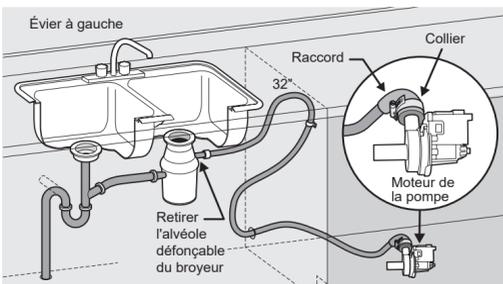

Figure 12
- Assurez-vous que l'appareil ne repose pas sur le tuyau de vidange. Il doit être exempt de composants électriques et de ressorts de porte. Ne coupez pas un tuyau de vidange ondulé. Tirez l'excédent à travers l'armoire et placez-le sous l'évier. Veillez à ce que le tuyau n'entre pas en contact avec des bords aiguisés. **Voir Figure 12.**